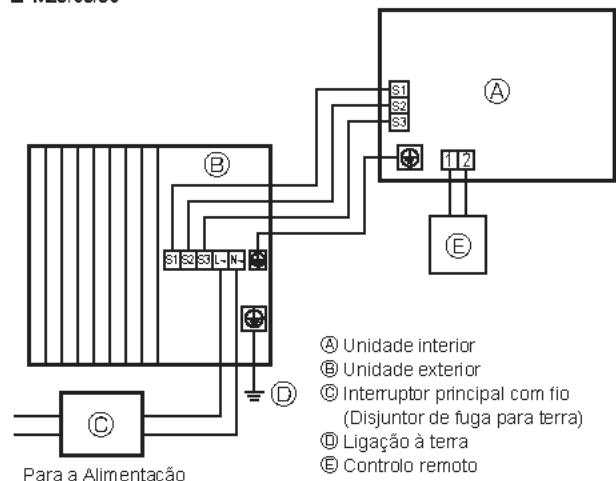
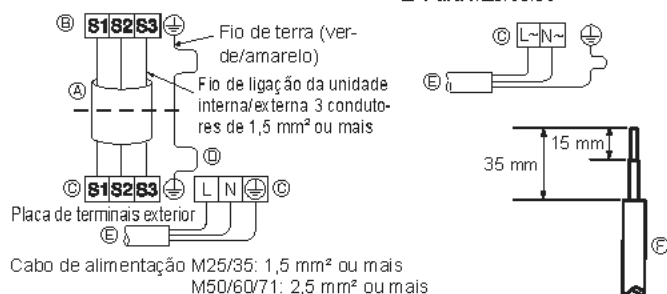
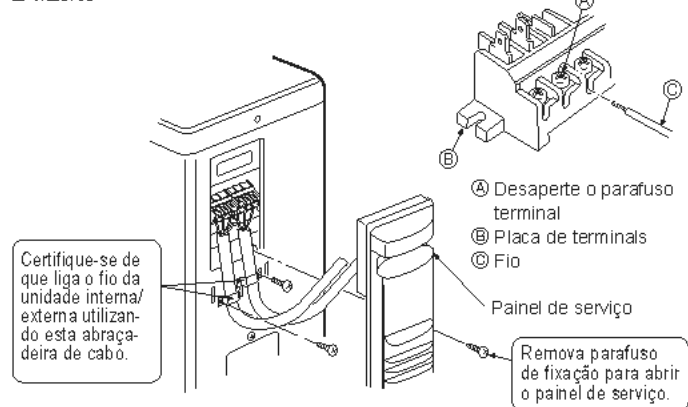
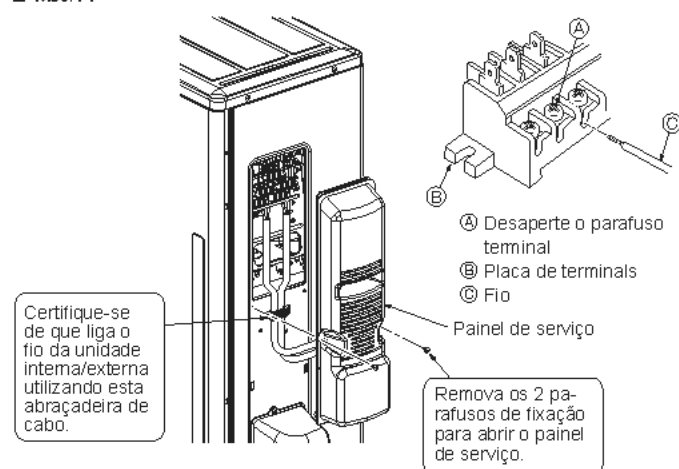

Fig. 6-1
Fig. 6-2
Fig. 6-3
Fig. 6-5
6.1. Unidade exterior (Fig. 6-1, Fig. 6-2, Fig. 6-3, Fig. 6-4, Fig. 6-5)
- ① Retire o painel de serviço.
- ② Ligue os cabos referentes à Fig. 6-1, Fig. 6-2, Fig. 6-3, Fig. 6-4 e Fig. 6-5.
- Faça as ligações tal como demonstrado no diagrama, na parte inferior esquerda. (Obtenha o cabo a nível local) (Fig. 6-2)
- ① Cabo de ligação
- ② Placa de terminais interior
- ③ Placa de terminais exterior
- ④ Instale sempre um fio de terra que seja mais comprido do que os outros cabos.
- ⑤ Cabo de alimentação
- ⑥ Fio